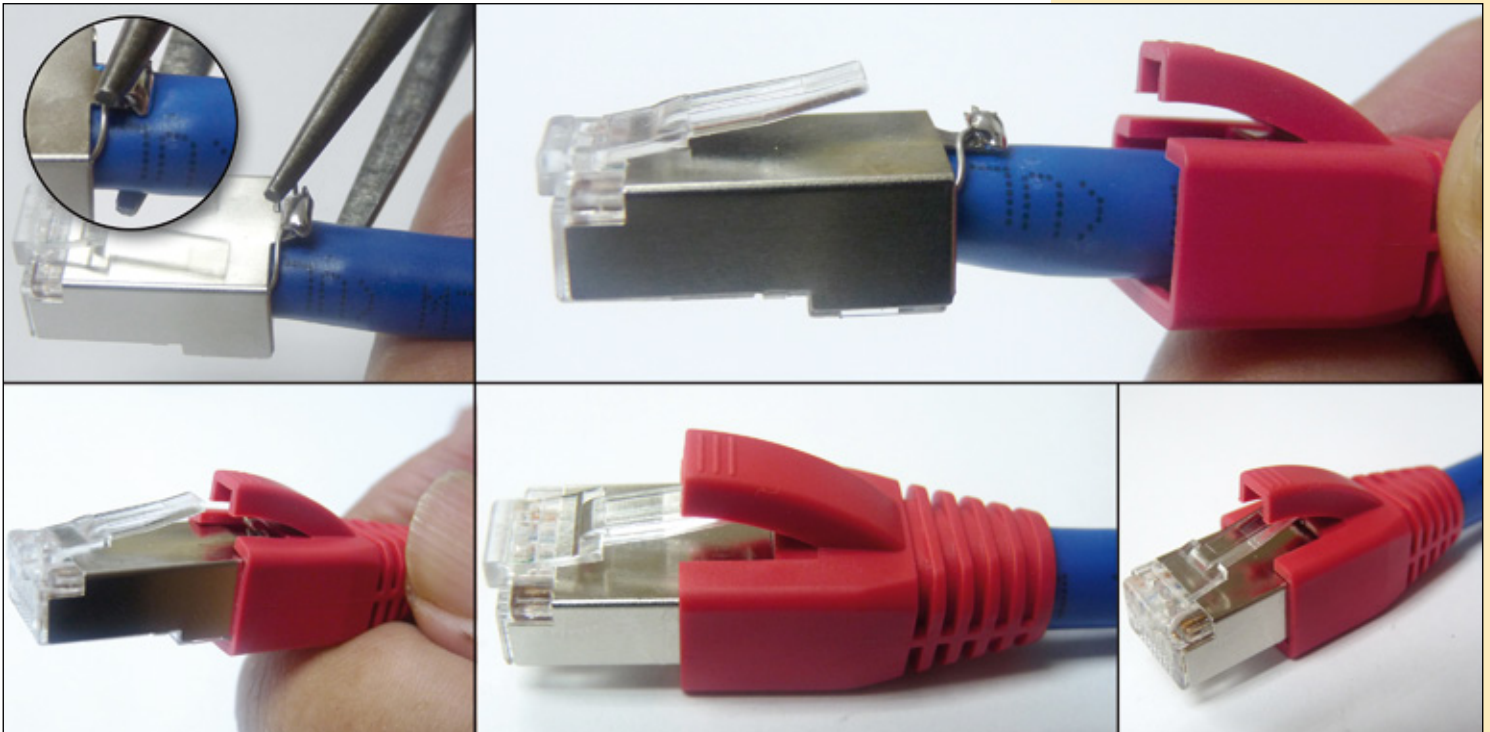

Figura 25
- 20** Con la ayuda de la pinza, apriete la pestaña soldada contra el cable blindado de manera de que pueda pasar por la abertura de la bota, y luego deslice la bota para completar la terminación del cable, tal como se muestra en el grupo de imágenes de la Figura 25.